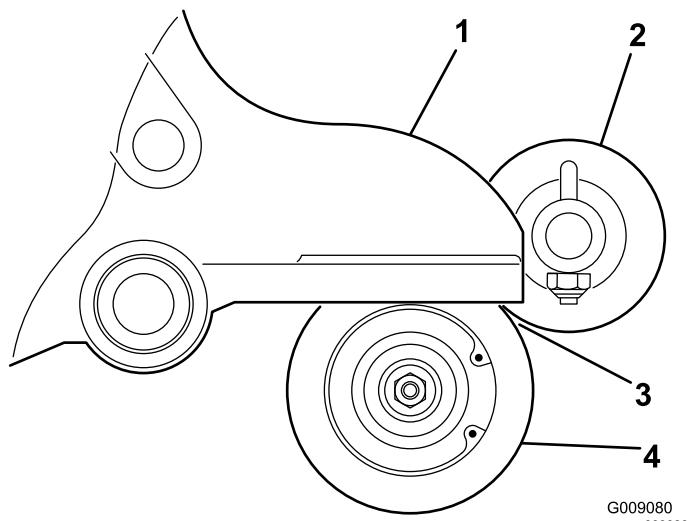

図 14
16. ローラブラシが、後ローラに軽く接触するローラに軽く載った状態になるようにローラブラシの位置を決める図 14。